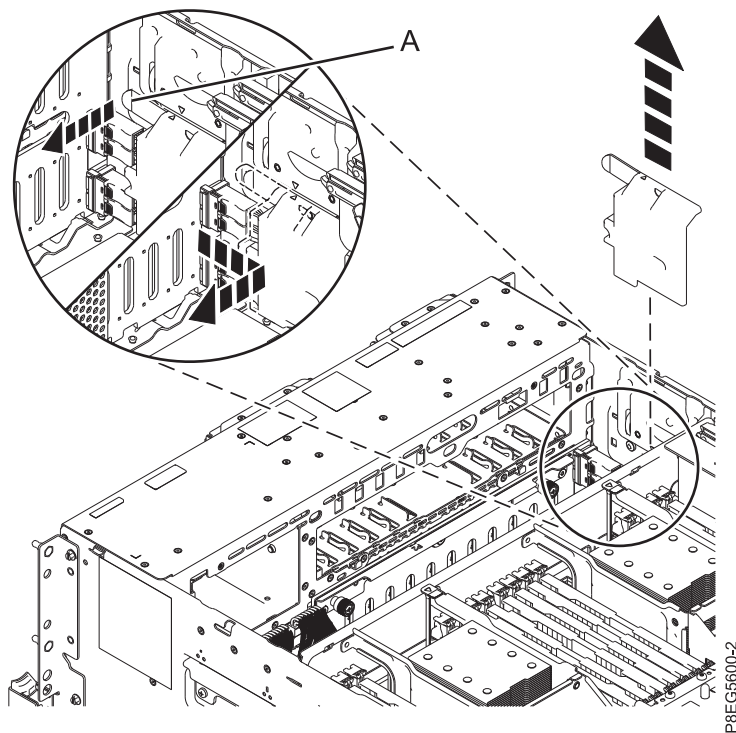

Figura 1. Remover a tampa de cabos SAS
3. Remover a tampa do cabo SAS frontal. Agarre a pega (A) e afaste-a do lado do sistema, depois desloque a tampa em direcção à retaguarda para a remover, como demonstrado em Figura 1 na página 3.